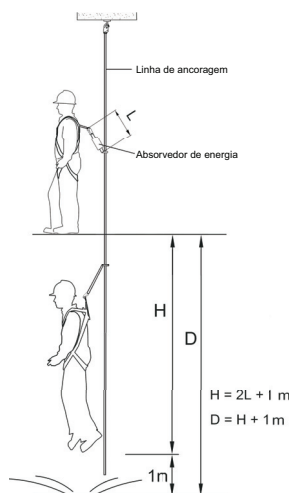

Fig. 1 Distância de imobilização e distância para detenção de queda
- Para a distância máxima de imobilização H e a distância mínima para detenção de queda D, veja a Fig. 1 (L é o comprimento do absorvedor de energia).